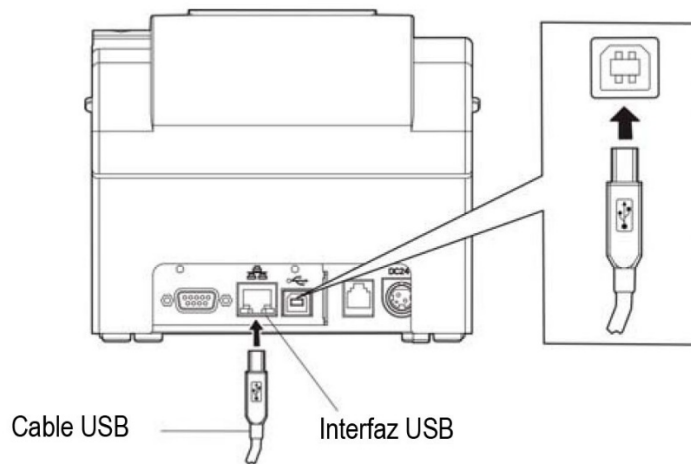

Figura 2-4 Conexión del cable USB.
2. Conecte el extremo B del cable USB (lado cuadrado) en el conector de la interfaz USB de la impresora (Como se muestra en la Figura 2-4)